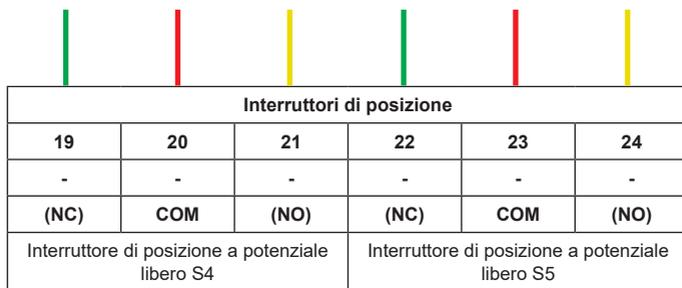

Fig. 10 Schema morsettiera degli interruttori ausiliari di finecorsa
- Configurare e collegare gli interruttori per il sistema di controllo come illustrato nella Fig. 10 "Schema morsettiera degli interruttori ausiliari di finecorsa"
- Collegare il cablaggio dall'interruttore S4 ai morsetti 19-21 e l'interruttore S5 ai morsetti 22-24 come illustrato nella Fig. 10 "Schema morsettiera degli interruttori ausiliari di finecorsa"
- Configurare gli interruttori per il sistema di controllo come mostrato nella Fig. 10 "Schema morsettiera degli interruttori ausiliari di finecorsa"